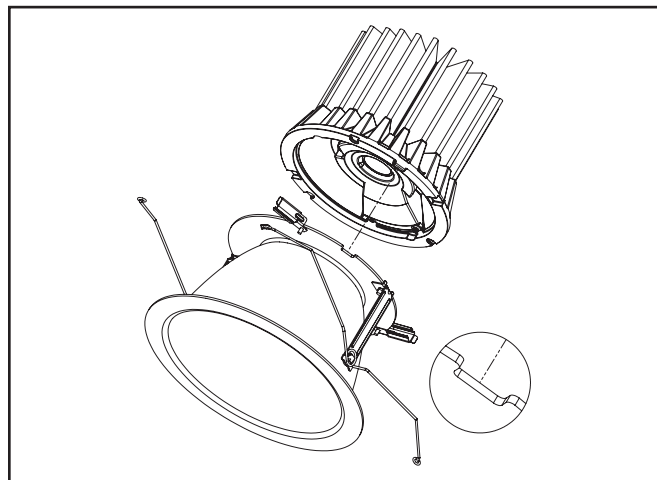

Figure 6.
- Insérez le moteur lumineux à DEL sur l'assemblage de la garniture. Alignez la languette sur le moteur lumineux à DEL sur l'assemblage de la garniture (Figure 6).